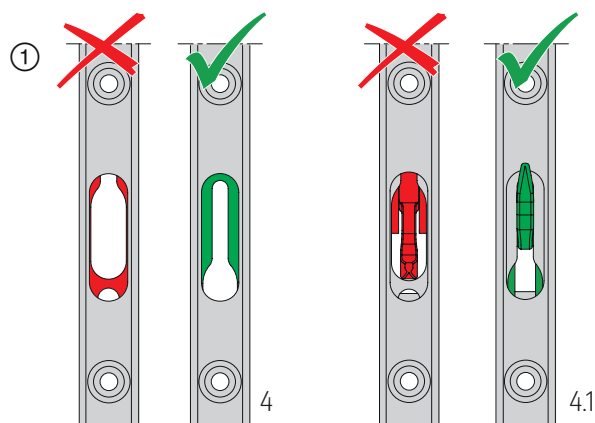

Abb. 25
① Getriebe 4/4.1 in Verschlussstellung (abgesenkte Position) bringen; siehe **Abb. 25 auf Seite 39**.